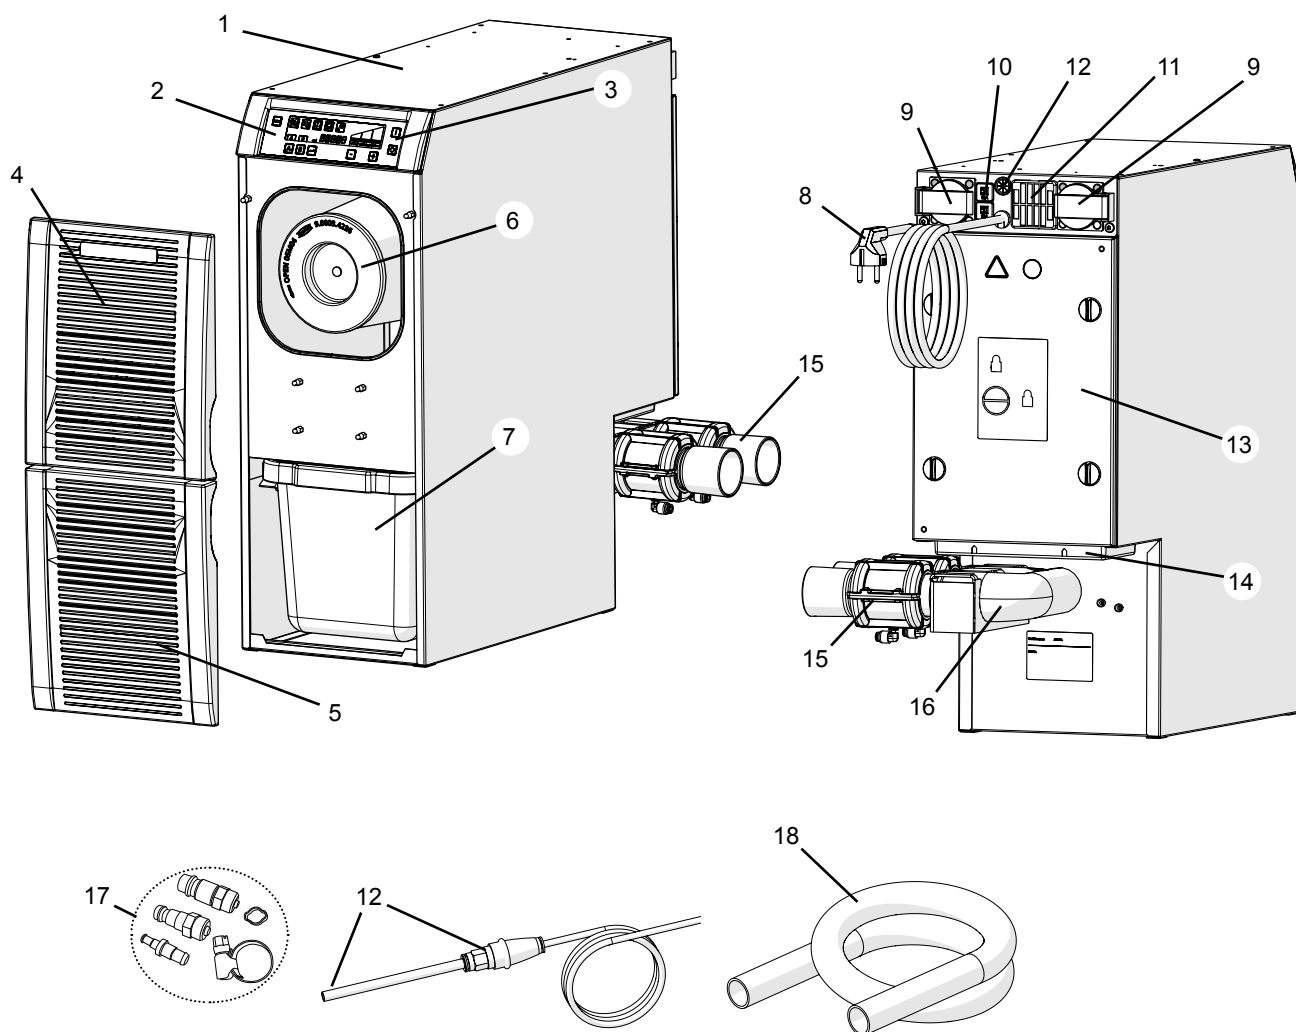

Abb. 1
- der Abluftaustritt (14, Abb. 1) nicht behindert wird.
⇒ Gerät am Ein- / Aus- Schalter (3, Abb. 1) ausschalten.
⇒ Passende Schlauchkupplung aus beiliegendem Anschlusset (17, Abb. 1) auswählen und am Schlauchende anbringen.